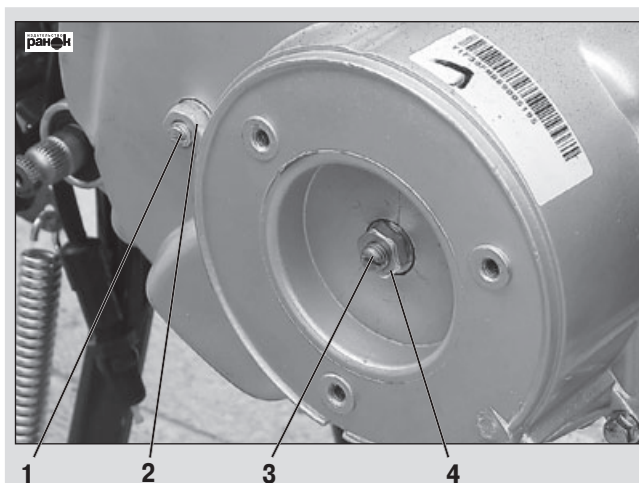

Рис. 52. Снятие тормозного диска
- открутив 5 болтов крепления, снять тормозной диск (рис. 52);